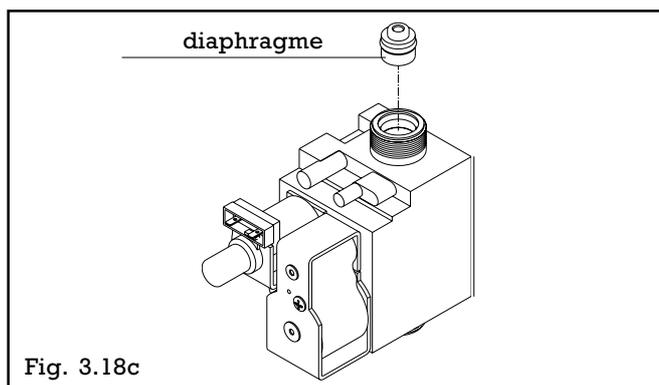

Fig. 3.18c
- démonter la tuyauterie gaz au niveau de la vanne gaz et retirer le diaphragme placé à la sortie de celle-ci dans le cas d'une transformation au GPL (fig.3.18c). Mettre en place le diaphragme fourni avec le set dans le cas d'une transformation aux gaz naturels